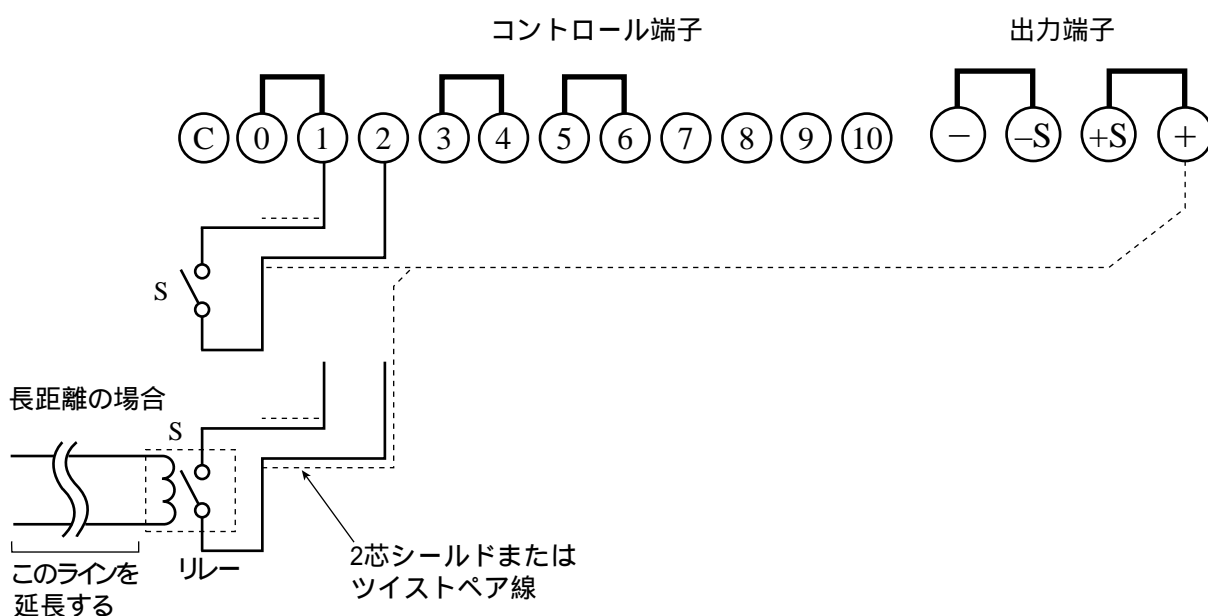

図 4-9 出力の ON/OFF コントロール I の接続
- コントロール端子の 1 と 2 間に接点 S (スイッチ) を図 4-9 のように接続します。